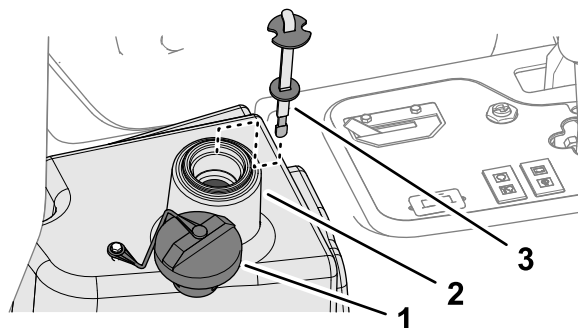

図 88
2. 油圧オイルタンクの注油口周辺をきれいに拭き、キャップ 図 88 を外す。